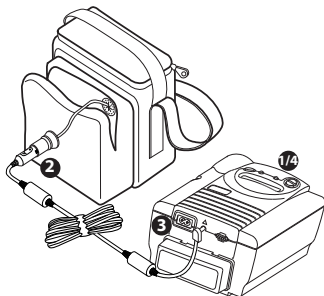

Figura 5: Ligação do cabo de alimentação de corrente contínua
2. Ligue a extremidade do transformador de corrente contínua (CC) à tomada do conjunto de bateria. Consulte a Figura 5.